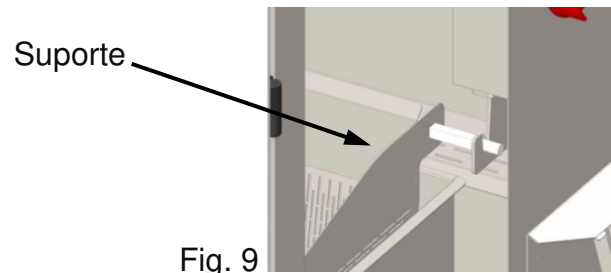

Fig. 9
- Encaixe a ponta redonda da haste da cesta de fritura no suporte em formato de gancho na parte frontal inferior da câmara de cozimento (Fig. 9);